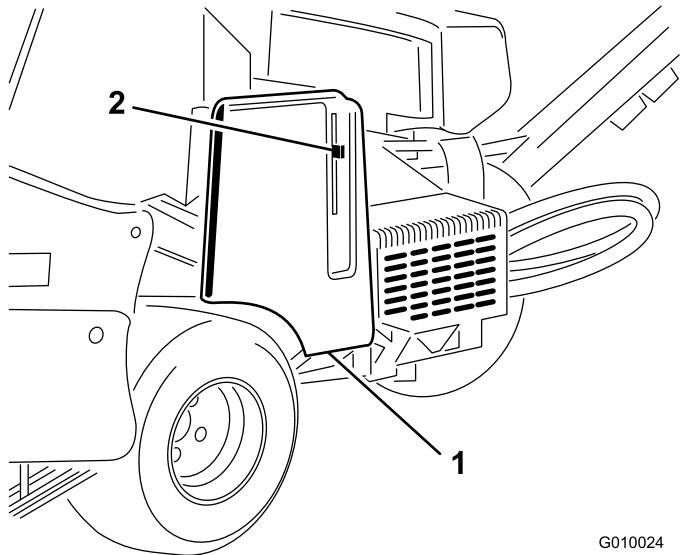
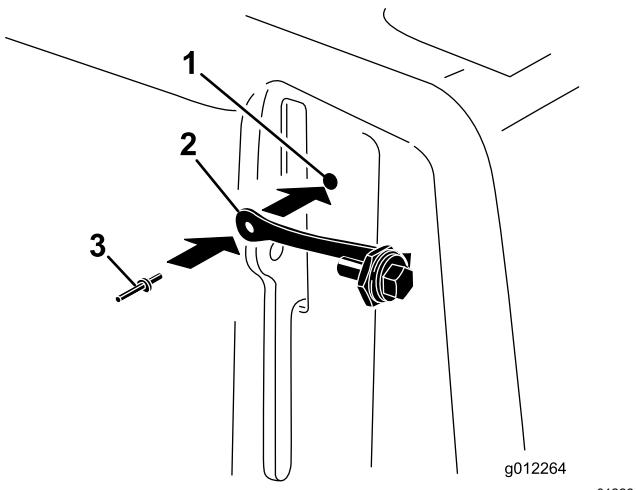

Figura 16
Figura 17
1. Localice el taladro en la cubierta de la correa junto a la ranura para la palanca del cierre (Figura 16 y Figura 17).
| 2. Fije el conjunto de la trabilla al taladro en la cubierta de la correa con un remache ciego (Figura 17). | |